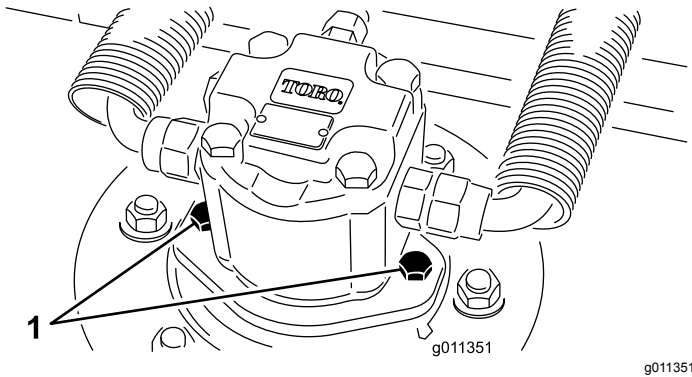

Bild 79
2. Klemmen Sie den Hydraulikmotor vom Mähwerk ab und entfernen ihn (Bild 79). Decken Sie die Spindeloberseite ab, um einer Verunreinigung vorzubeugen.
4. Montieren Sie den Hydraulikmotor am Mähwerk (Bild 79). Stellen Sie sicher, dass sich der O-Ring unbeschädigt in seiner Position befindet.